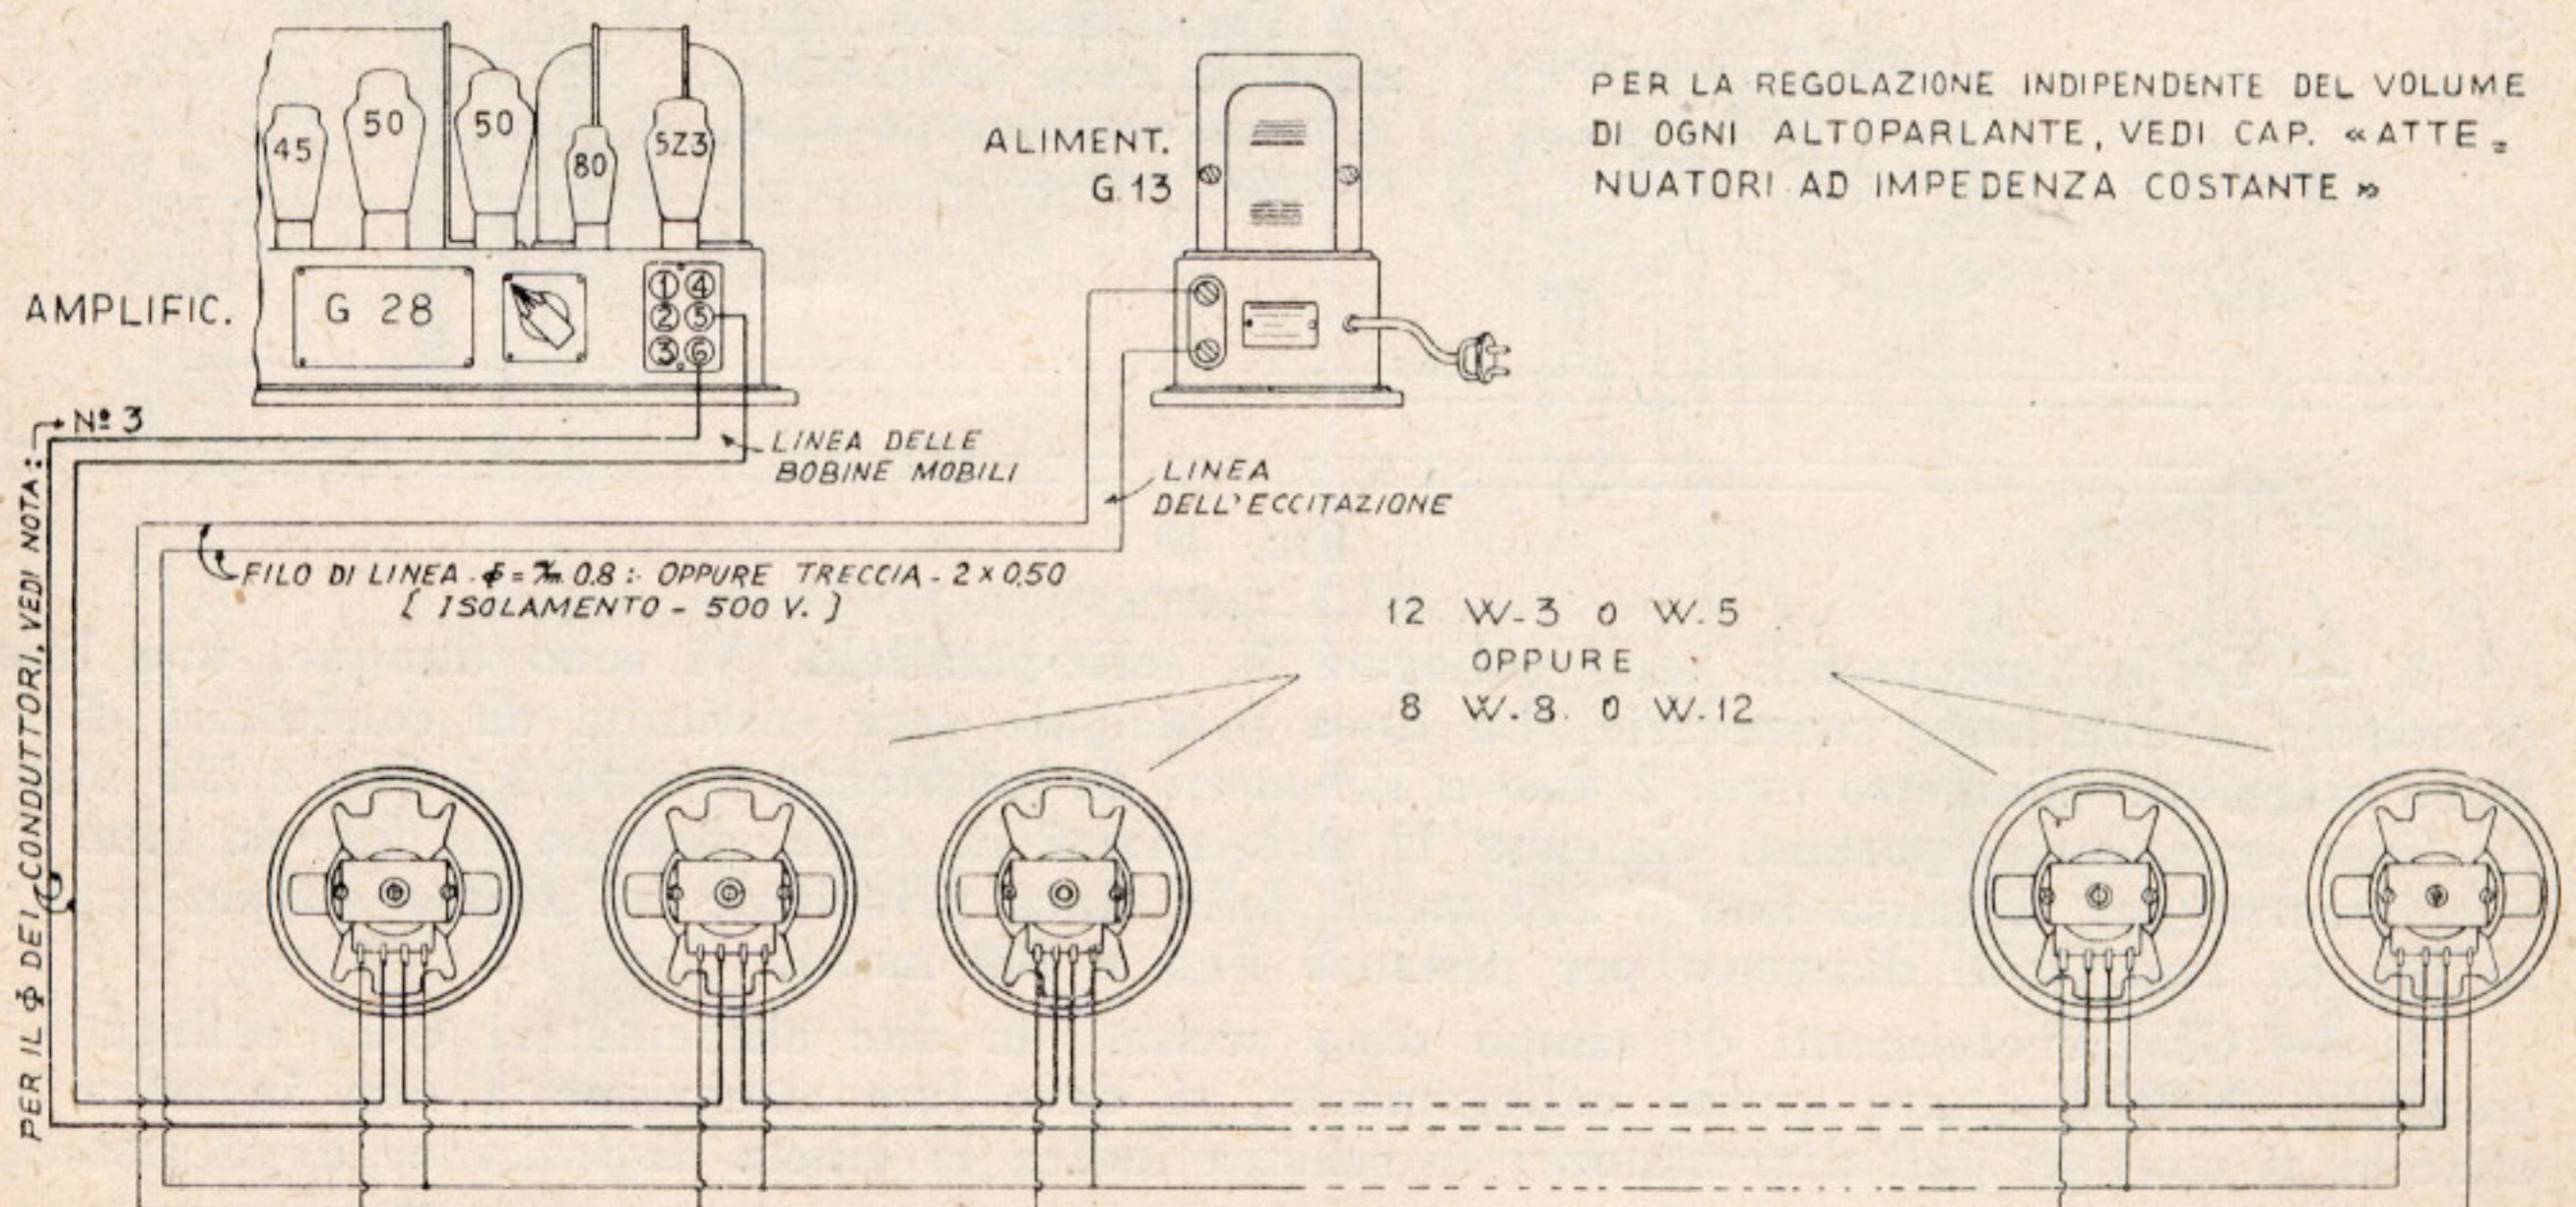

FIG. 39.
4. — L'altoparlante verrà sistemato dietro lo schermo, un poco più alto del centro e inclinato in avanti, in modo che la radiazione sonora sia diretta a tre quarti della sala di cura, pensioni e per refettori di stabilimenti industriali (Fig. 39).